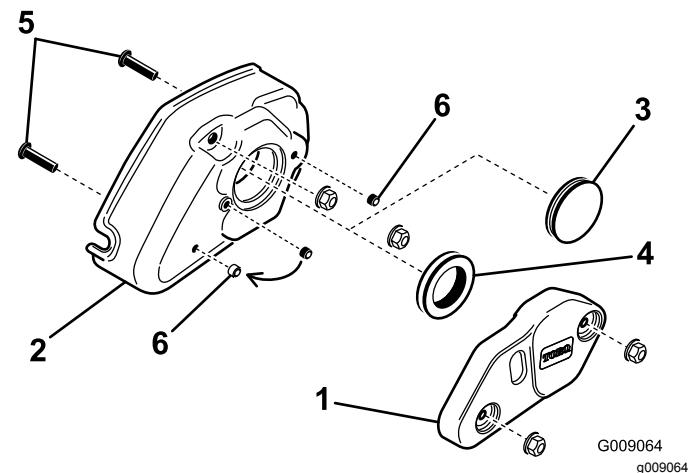

Figura 21
1. Cobertura do rastelo 2. Porca de montagem da cobertura (2)
2. Retire as duas porcas flangeadas de 5/16 pol. que fixam o peso do rastelo à cobertura do mesmo e retire o peso (Figura 21).
3. Olhal sólido (remover) 6. Parafuso de afinação (2)
- Retire o olhal sólido da cobertura e substitua-o pelo anel do olhal de borracha incluído com o rastelo (Figura 21).
- Retire os dois parafusos de 5/16 pol. x 1¼ pol. roscados na cobertura (Figura 21).
- Retire o parafuso de afinação do orifício central, na cobertura do rastelo (Figura 21).